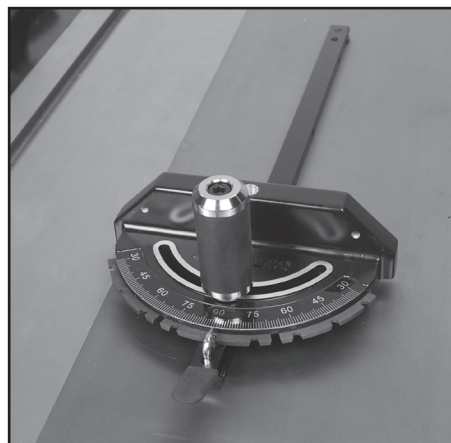

FIG. 16
2. Ajuste el montante roscado del orificio (U) en el cuerpo del calibrador de inglete. Se muestra el calibrador de inglete ensamblado en la Fig. 16.